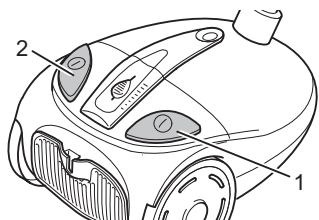

Abb. 15
1. Schalten Sie den Bodensaugsauger am Ein-/Aus-Schalter (Abb. 15/1) aus und ziehen Sie den Stecker aus der Steckdose.
3. Drücken Sie die Kabelaufrolltaste (Abb. 15/2), um das Stromkabel einzuziehen.